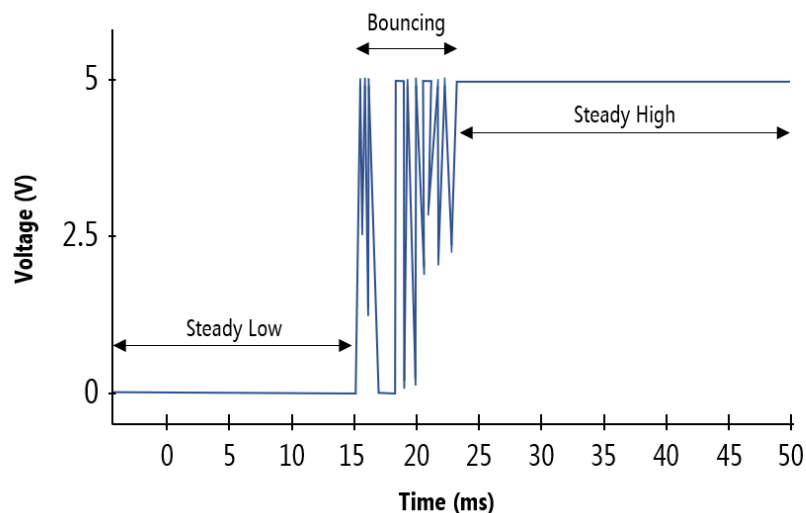

Figura 2: Efeito de bouncing no push-button
- C. **Debounce:** Muitas vezes ao se utilizar o push-button ocorre um problema conhecido como “*bouncing*”: flutuações de tensão causadas por oscilações mecânicas nos contatos de um botão ao ser pressionado (Figura 2). Esse efeito faz com que o estado do botão se altere diversas vezes no instante em que é pressionado. Para isso, geralmente se utiliza um sistema de “*debouncing*” que pode ser implementado